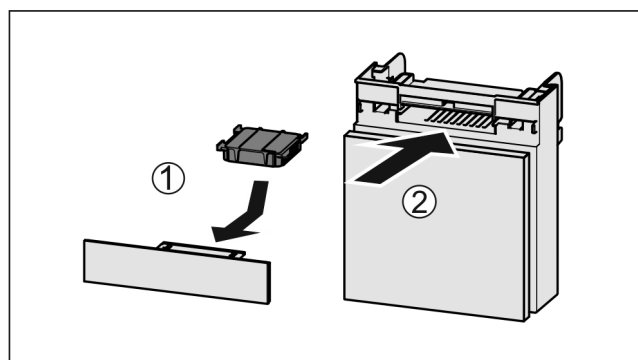

Fig. 123
- ▶ Wkładać Fig. 123 (1) filtr z węglem aktywnym zgodnie z ilustracją.
- ▶ Wsunąć komorę Fig. 123 (2).